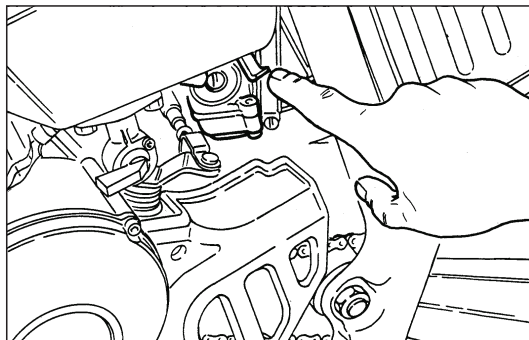

Fig. 8
- ◆ Si el arranque se realiza con el motor en frío, gire hacia alto la palanca para el arranque en frío (Fig. 8).